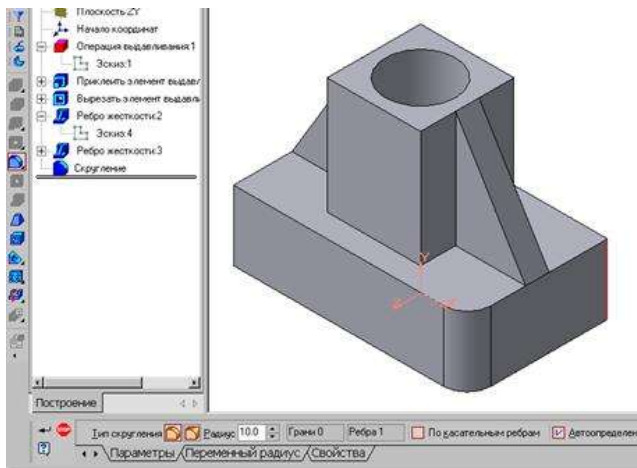

Рисунок 60 - Построение скругления ребер
6. С помощью параллельных вспомогательных прямых по команде Ввод вспомогательной параллельной прямой на панели инструментов строим каркас нашей детали (оранжевый цвет) относительно прямых, полученных на рис. 46, по размерам, указанным на рис. 60. Размеры для параллельных прямых вводим в окне **ds** «строки параметров» по команде <Alt>+<s>.
детали, используем кнопку  Скругление (рис.60), на панели свойств задаем радиус скругления 10 мм и указываем курсором ребро основания. Затем нажимаем кнопку Создать объект.